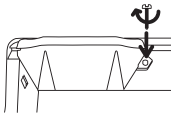

Рис. 5
5. Дополнительно закрепите блок управления на конвекторе с помощью винта (входит в комплект) (рис. 5).